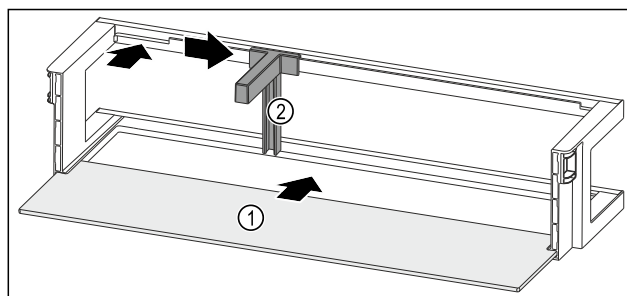

Fig. 165 Dørhylde med hylde
- Skub hylden Fig. 165 (1) ind i udsparringerne i siden.
- Indsæt flaskeholderen Fig. 165 (2) i udsparringen.
- Skub flaskeholderen Fig. 165 (2) til siden til den ønskede position.